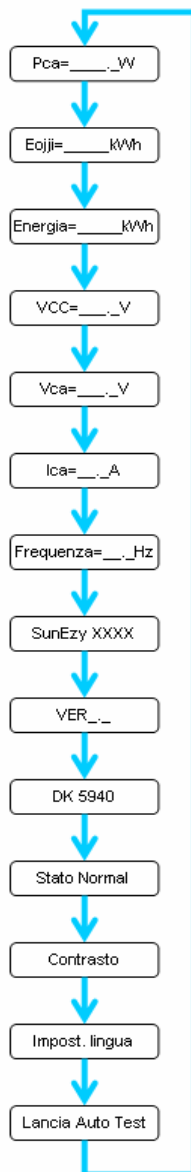

Fig.15
- La successione delle informazioni visualizzate è riportata nello schema della sequenza di visualizzazione (Fig. 15).